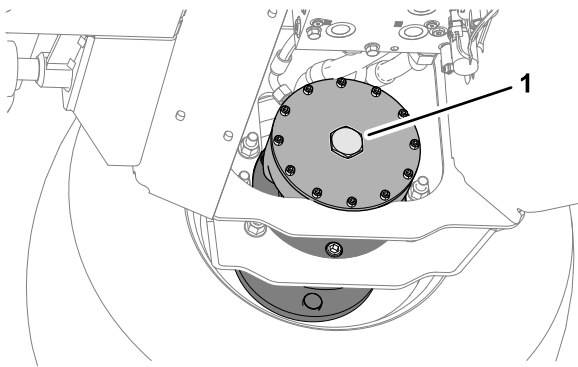

Bild 49
2. Montieren Sie die Sechskantschraube an die Motorendplatte (Bild 49).